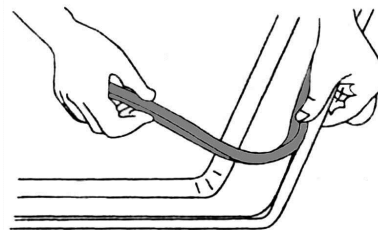

Figure 5
- 1 Avant d'insérer le comptoir dans l'ouverture du comptoir, enlevez les grilles et les chapeaux des brûleurs, retournez à l'envers la table de cuisson et placez le joint en mousse spéciale autour du bord inférieur de la table de cuisson (voir figure 5). Il est important de fixer uniformément ce joint, sans écart ou chevauchement, afin de prévenir tout liquide de s'infiltrer sous la table de cuisson.